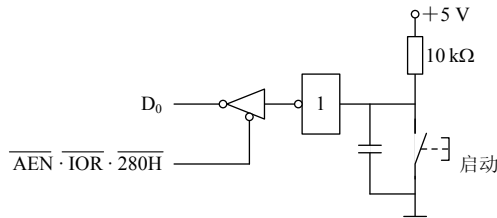

图 8.62 某系统的启动按键
8.16 某系统的启动按键如图 8.62 所示。试编制键盘检测程序，保证启动键未按下时，序处于等待状态；若启动键按下一次，则程序转向 GOING 一次。